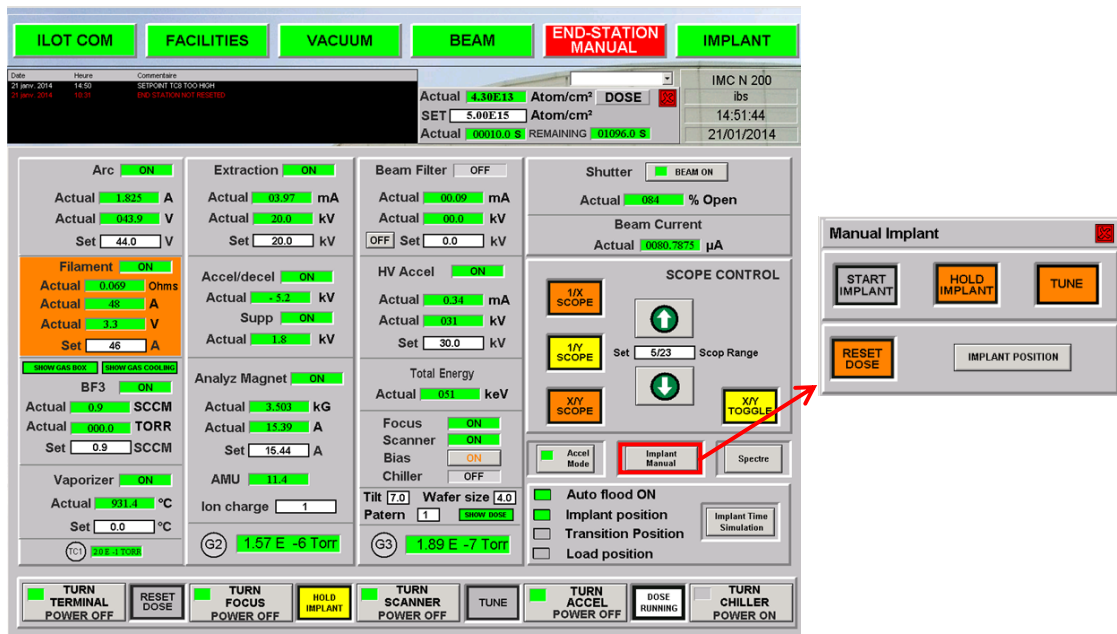

Figure 18: Ecran de contrôle pour l'implantation en mode manuel
- Aller dans l'onglet "BEAM" (Figure 18)